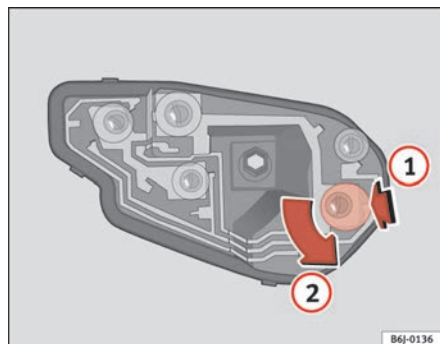

Abb. 158 Glühlampenersatz Rückleuchten
- Nach dem Abnehmen der Lampenfassung drücken Sie nach unten in Richtung des Pfeils **(1)** und drehen gleichzeitig in Richtung des Pfeils **(2)** ⇒ Abb. 158. ■